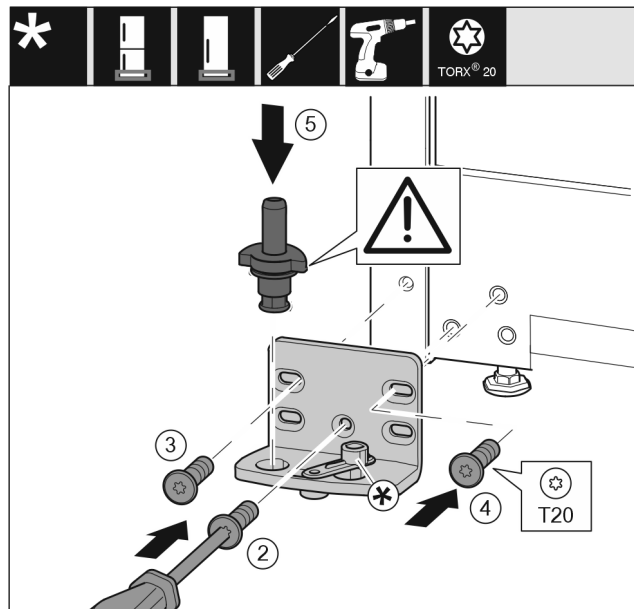

Fig. 18
- Postavite podložak ležaja na drugu stranu i pritegnite ga odvijačem. Započnite s vijkom Fig. 18 (2) dolje u sredini.
- Pritegnite vijak Fig. 18 (3) i vijak Fig. 18 (4).
- Potpuno umetnite podložak ležaja Fig. 18 (5). Pritom se pobrinite za to da je uskočna izbočina okrenuto prema natrag.